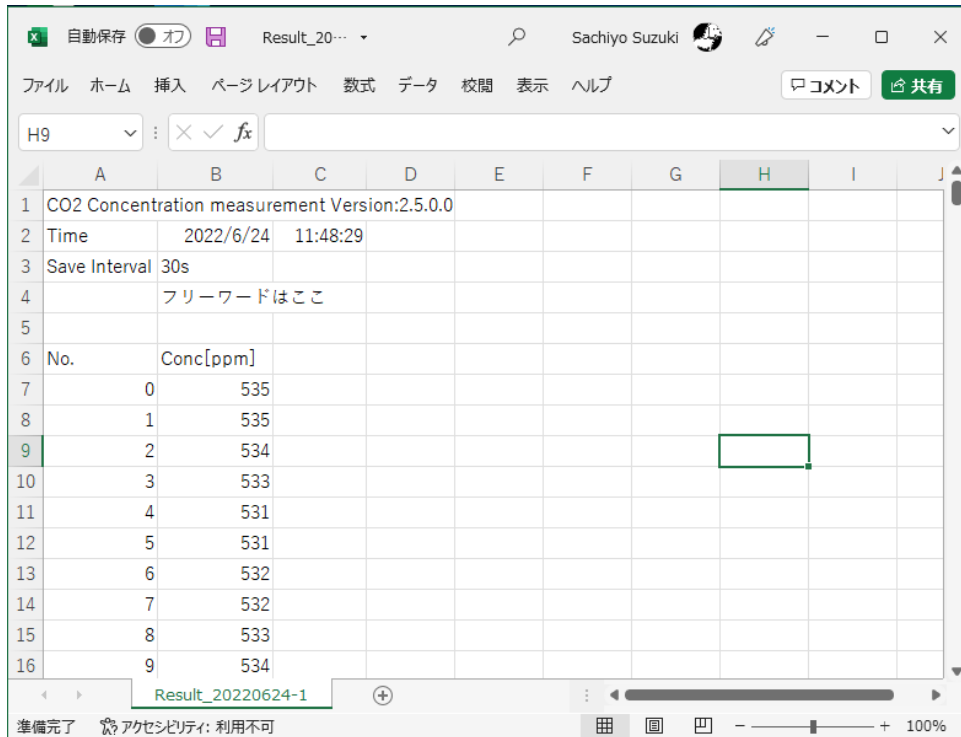

图 10 使用 Microsoft Excel®打开 CSV 文档的画面示例
③ 保存好的 CSV 文档将于检测结束后，可以导入到 Excel®等表格计算软件进行编辑处理（图 10）。
如图 10 所示：